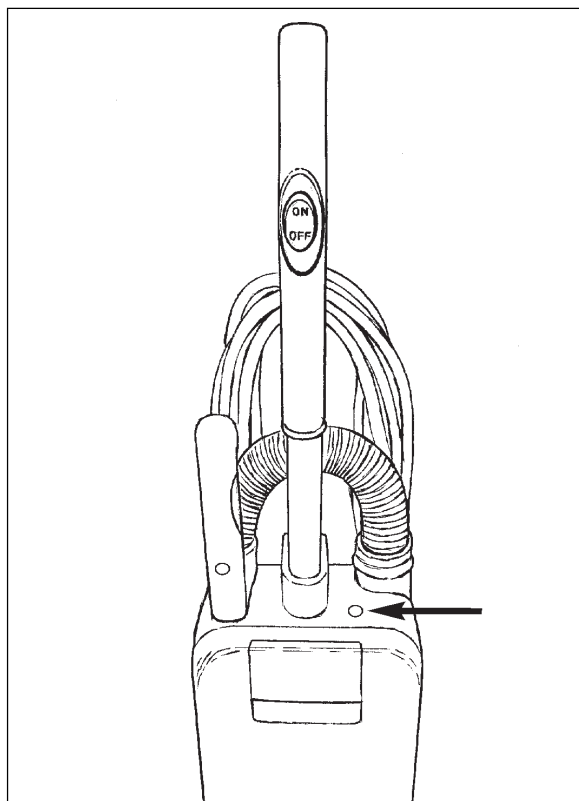

Figura 24
(1) (consulte la figura 24) o si se detiene el motor, siga el siguiente procedimiento: